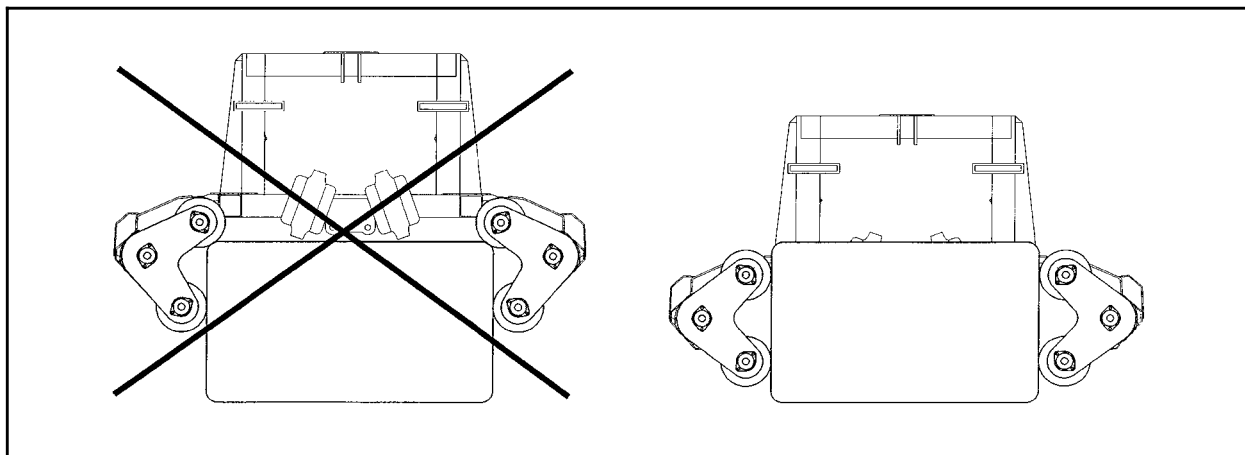

Fig. 10-5
- a) Ved opplasting av små firkantballer er det viktig at bærerullene senkes så nær bakken som mulig. Dette for at alle fire rullene skal få tak på sidene av ballen. Hvis to av rullene kommer over ballen, vil ikke maskinen klare å laste den opp. (Se fig. 10-5). Event. juster stillingen på rullene ved hjelp begrensingskjettingene. (Se kap. 10.1)
- d) Det kan av og til være nødvendig å regulere bredden mellom rullene under pakking. Dette er mest aktuelt ved pakking av en dårlig formet og løst presset ball. Hvis maskinen har problemer med å få ballen til å rotere, reguleres bredden mellom bærerullene ved å betjene "RULLER UT" (7) eller "RULLER INN" (6) på styreboksen. Dette kan gjøres mens pakkingen pågår.